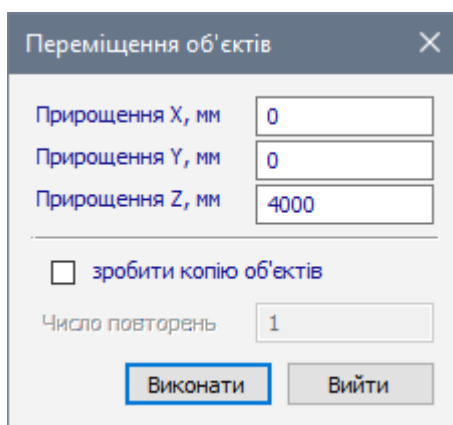

Рис. 23.17. Діалогове вікно **Переміщення об'єктів**
- Викличте діалогове вікно **Переміщення об'єктів** (рис. 23.17) натисканням по кнопці  – **Перенесення по координатах** у розкритому списку **Перенести** (панель **Коригування** на вкладці **Редагування**).